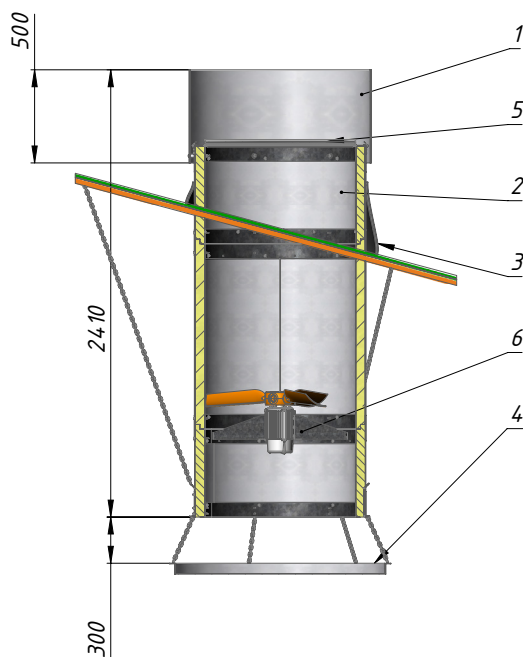

Рис. 13 – Устройство и габаритные размеры камина VBV с гравитационным клапаном
3.21 Габаритные размеры вытяжного вентиляционного камина типа VBV с гравитационным клапаном (Рис. 13).